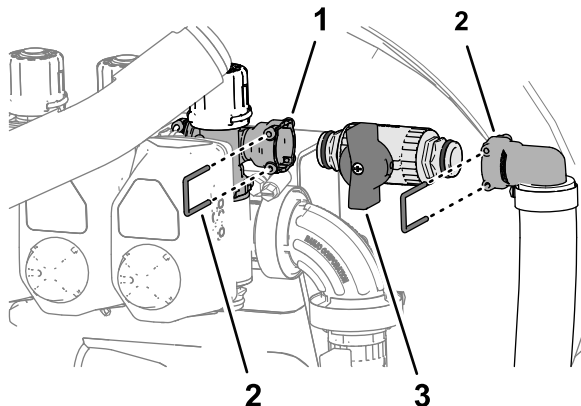

Рисунок 62
- А. Снимите держатель, который крепит быстроразъемный штуцер отсечного клапана к быстроразъемному гнезду перепускного клапана правой секции, и отделите клапан от гнезда (Рисунок 62).
- В. Снимите держатель, который крепит штуцер быстрого соединения отсечного клапана к быстроразъемному гнезду прямоугольного штуцера типа «елочка», и отделите клапан от гнезда (Рисунок 62).